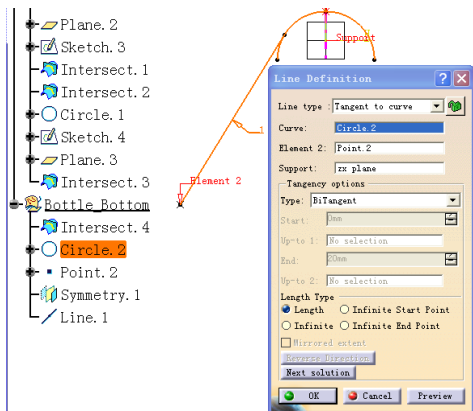

图 4-416
③ 建立第一条相切线。单击“直线”图标, 在弹出的如图 4-416 所示对话框中选择 Tangent to curve 作为直线生成的方式, 选择 Circle.2 和 Point.2 作为相切元素, 选择 Bi-Tangent 作为相切的类型, 单击 OK 按钮完成直线 Line.1 的建立。